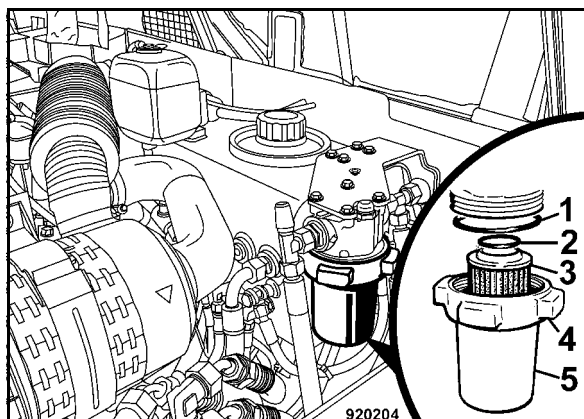

Fig. 132
- Desenroscar la tuerca racor 4 (Fig. 132) y retirar la caja filtradora (5) con elemento filtrante (3).
- Sacar el elemento filtrante usado (3) y limpiar la caja filtrante y la rosca.
- Montar una nueva caja filtrante con nuevo elemento filtrante prestando atención al estado de las juntas tóricas (1) y sustituirlas, si fuese necesario.